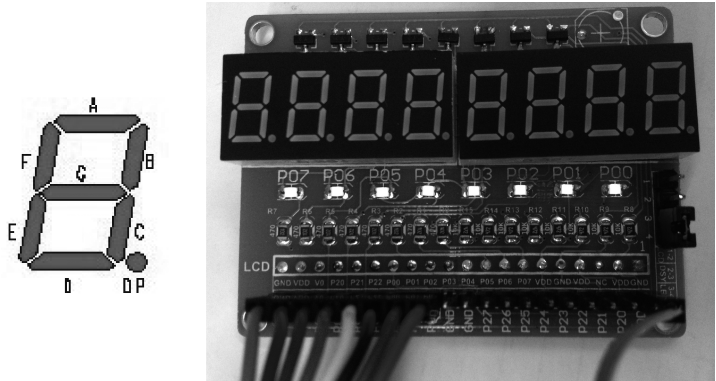

图 3-14 数码管示意图
(1) 一个数码管有 8 段,分别为 A,B,C,D,E,F,G,DP,即由 8 个发光二极管组成,如图 3-14 所示。